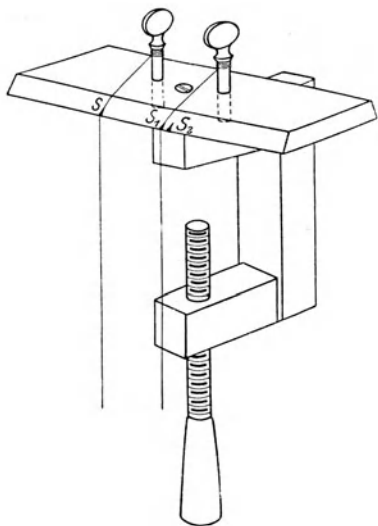
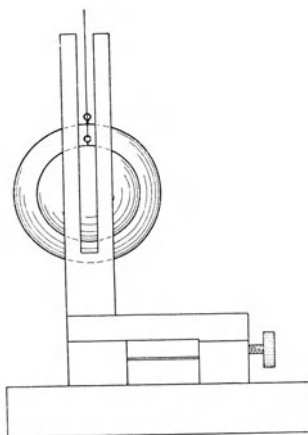

Fig. 79.
Fig. 80.
**Anleitung.** a) Wäge beide Kugeln. Die Masse der großen Kugel sei  $M$  und die der kleinen  $m$  gr. Hänge mit Kupferdraht beide Kugeln am Aufhängebrett auf und lege die Drähte in die Schlitzlöcher  $S$  und  $S_1$  des Bretts (Fig. 79). Setze in  $\sim 50$  cm Abstand die Auslöser auf das Grundbrett und richte es so aus, daß die beiden Aufhängebrähte in der Sehnlinie liegen, die durch die Mittellinien der Auslöserlöcher bestimmt wird (Fig. 80). Ändere durch Drehen der Aufhängewirbel die Längen der Drähte derart, daß die Verbindungslinie der Kugelmitten parallel dem Grundbrett und  $\sim 4$  cm über dem Maßstab und der Berührungspunkt beider Kugeln genau über dem Teilstrich 50 cm liegen. Befestige das sorgfältig ausgerichtete Grundbrett mit Haken, Zwingen oder dgl.